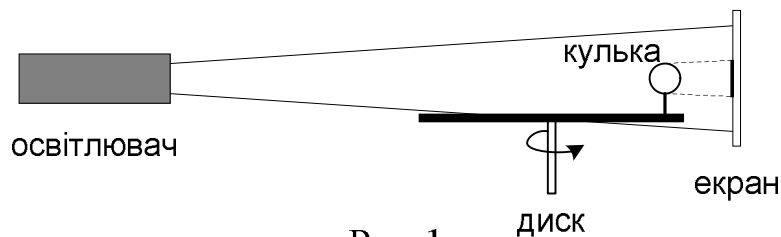

Рис. 1
1. Зберіть установку з обертовим диском, схема якої показана на рис. 1.